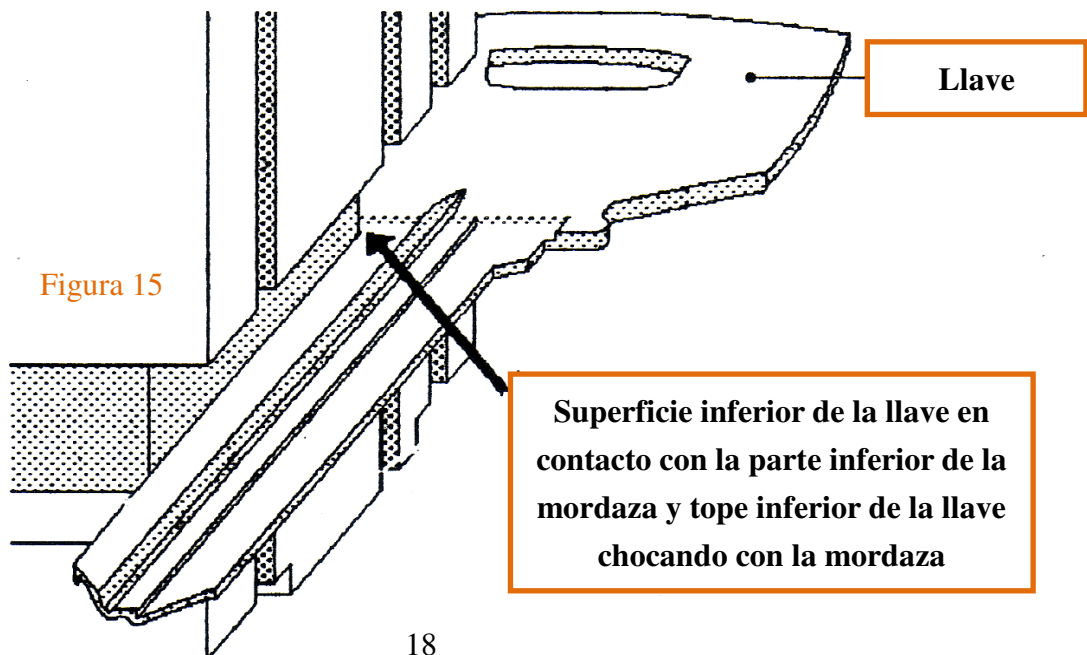

Figura 15
- 2) Coloque una de las llaves en la mordaza frente al palpador (mordaza izquierda) y la otra llave en la mordaza de la fresa (mordaza derecha). Asegúrese de que las llaves están asentadas correctamente (ver sección titulada “Colocación de la llave (carro izquierdo)”); es decir, que toda la superficie inferior de la llave está en contacto con la parte interior de la mordaza. Asimismo, asegúrese de que el tope inferior de cada llave choca también con la mordaza (ver figura 15).